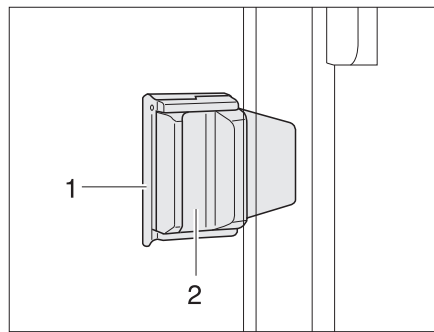

Fig. 57 Finestra scorrevole con bloccaggio scorrevole
- Estrarre il bloccaggio (Fig. 57,1).
- Premere la maniglia (Fig. 57,2) e spingerla contemporaneamente in avanti o indietro.